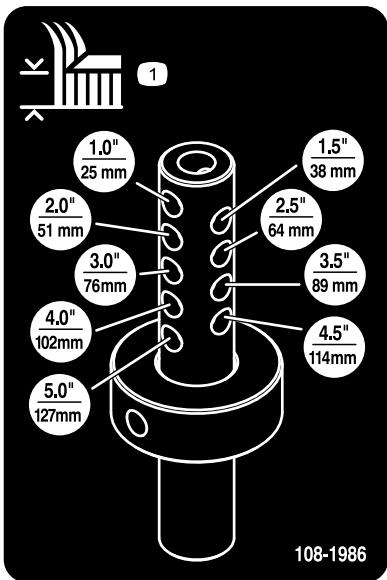

Figura 10
6. Alinhe o anel de altura de corte nos orifícios de altura de corte desejados na barra (Figura 10).